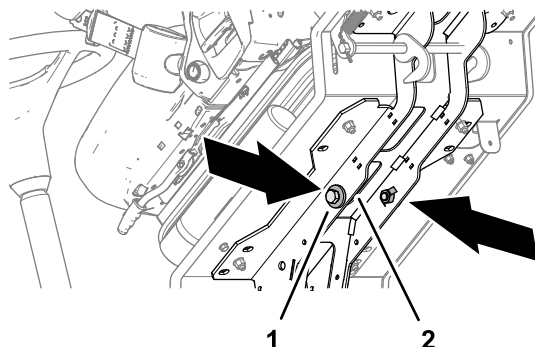

Figure 33
4. Retirez les 2 boulons (12 x 40 mm) et les 2 rondelles (12 mm) qui sont rangés dans les longerons de support de la plate-forme (Figure 33).